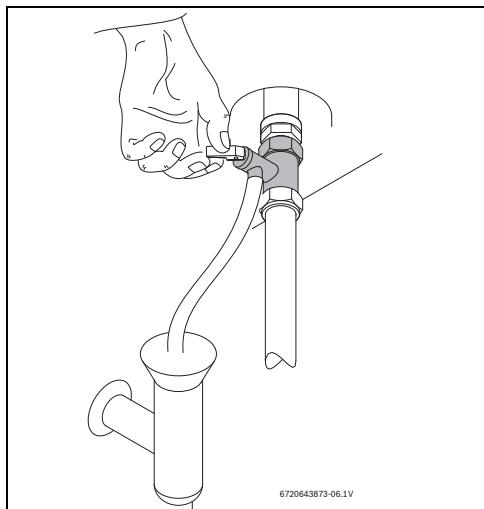

Fig. 15 Accionamento manual da válvula de segurança
- ▶ Abrir a válvula de segurança (Fig. 15).
- Abrir manualmente a válvula de segurança pelo menos uma vez por mês (→Fig. 15).